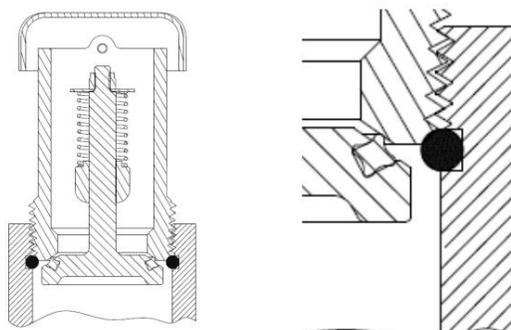

Figura 5
8.4	La figura 5 era la figura 3